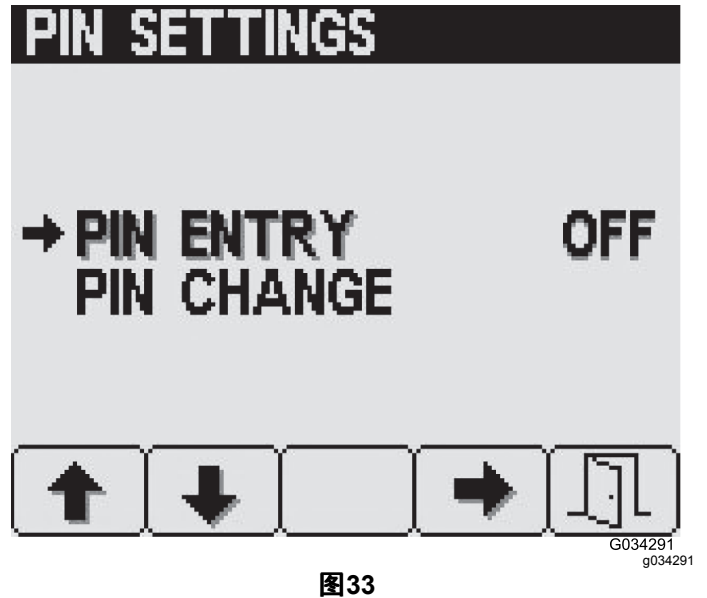

图33
- 从 PIN Settings PIN 设置屏幕按 4 号按钮选择 PIN Entry PIN 输入打开或关闭 PIN 选项 图33。